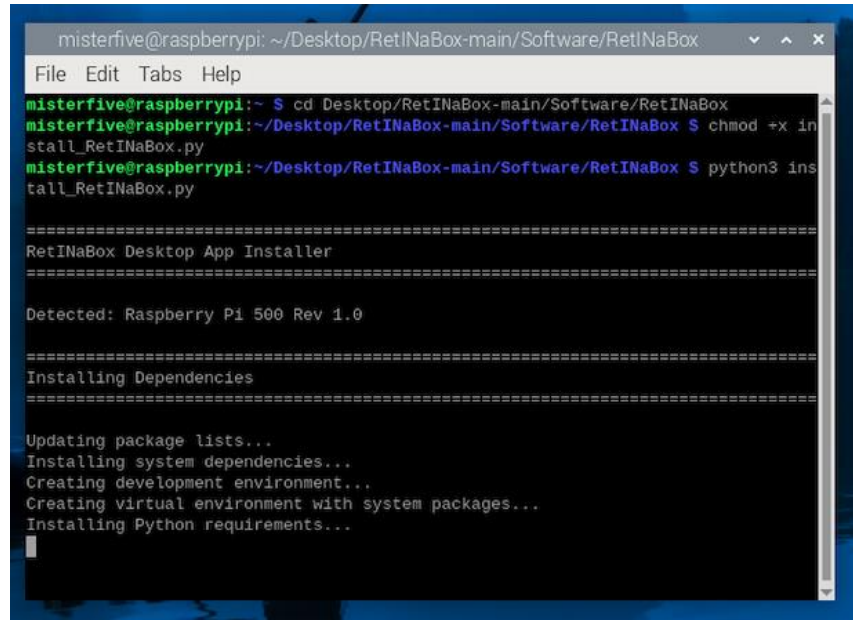

**Figure 29.** Menu « Extraire les fichiers » du Raspberry Pi.
- c. Décompressez les fichiers de code sur votre appareil en faisant un clic droit sur le fichier RetINaBox-main.zip et en sélectionnant « Extraire vers... ». Sélectionnez votre Bureau comme chemin d'enregistrement « Extraire vers : » et laissez toutes les autres options inchangées, comme indiqué ci-dessous dans la **fig. 29**. Après cette étape, votre Bureau contiendra un dossier intitulé RetINaBox-main. Ne modifiez ni ne déplacez ce dossier. Vous pouvez maintenant fermer le gestionnaire de fichiers.